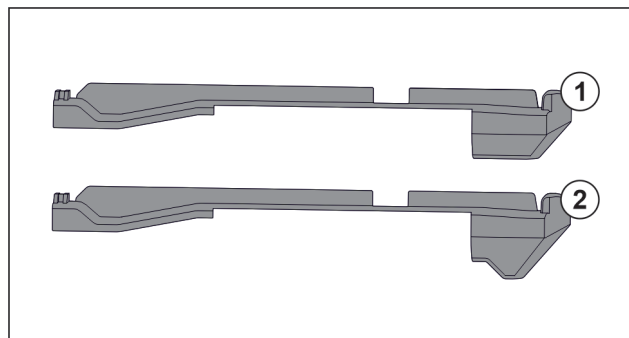

Fig. 74 Porównanie elementów nasadzanych
W urządzeniu znajdują się dwa różne elementy nasadzane. Element nasadzany nad najniższą szufladą Fig. 74 (2) posiada trójkątną krawędź. Wszystkie pozostałe elementy nasadzane Fig. 74 (1) mają prostą krawędź.
- ▶ Element nasadzany Fig. 74 (2) z trójkątną krawędzią umieścić nad najniższą szufladą.
- ▶ Element nasadzany Fig. 74 (1) z prostą krawędzią umieścić we wszystkich pozostałych miejscach.